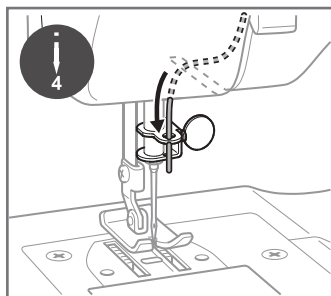

Рис.6
6.3.6 Опустите нить вниз и пропустите её через направляющий на держателе иглы сверху вниз (Рис.6).